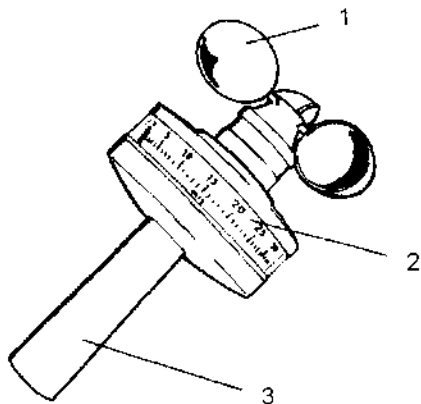

Bild 51
1. Mittlere Windgeschwindigkeit messen; dazu Handwindmessgerät am Griff (Bild 51/3) gerade nach oben halten, so dass sich die Halbkugelschalen (Bild 51/1) frei im Wind drehen können.
2. Mittlere Windgeschwindigkeit auf der Skala (Bild 51/2) in m/s ablesen und mit Hilfe der Tabellen in Abschnitt 2.6.3 die zulässige Aufbauhöhe ermitteln.